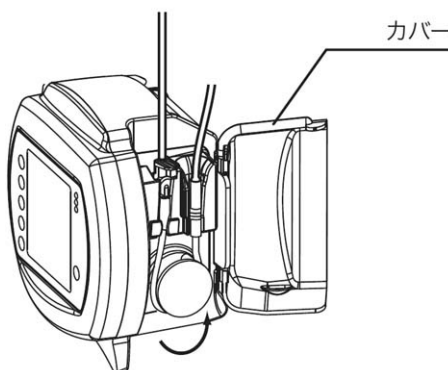

図 6
3. MISTIC リティナーの終端(ブラックリングリティナー)を持ち、ローターの周りに反時計回りに巻きつける(図 6)。
4. 右側の溝の上部まで注意深く MISTIC リティナーを引き上げ、溝に入れる(図 6)。